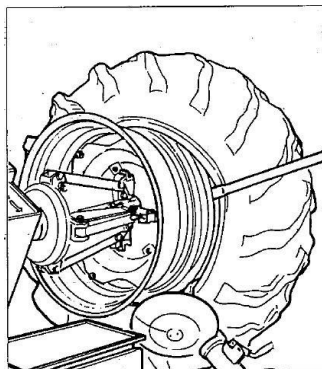

Fig. 7.12
- 13) För in spaken LA mellan fälgen och däck, till höger om verktyget (se fig. 7.12).